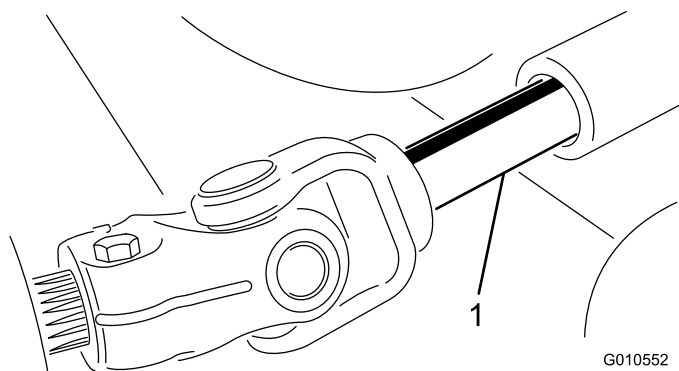

Figura 27
5. Aleje la unidad de corte de la unidad de tracción, separando las secciones macho y hembra del árbol de la toma de fuerza (Figura 27).
3. Introduzca el árbol macho de la toma de fuerza en el árbol hembra de la toma de fuerza (Figura 27).